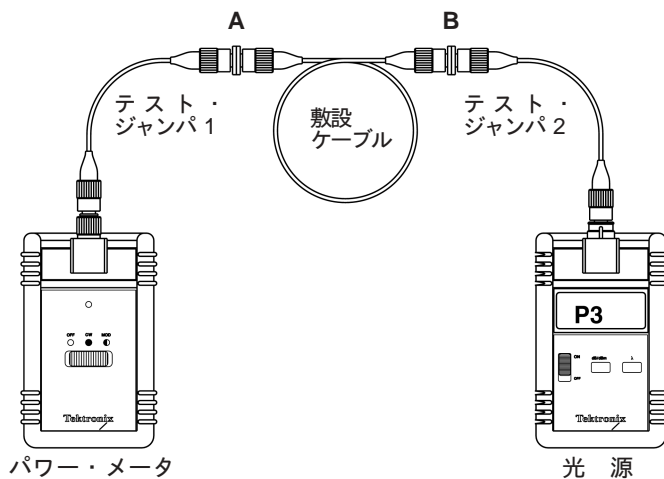

図4-5：フォワード・リンク接続
2. 図4-5のように、テスト・ジャンパを使用して、TOPレーザー光源とパワー・メータを、対応するパッチ・パネルのポートに接続します。